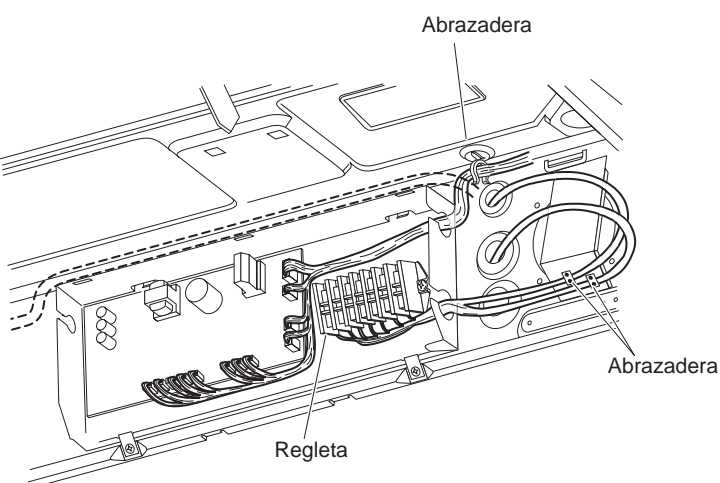

Fig. 11-10
6. Encamine el hilo desde el receptor a lo largo del cable del motor del deflector y el otro cable, luego fijelos con una abrazadera. (Fig. 11-10)